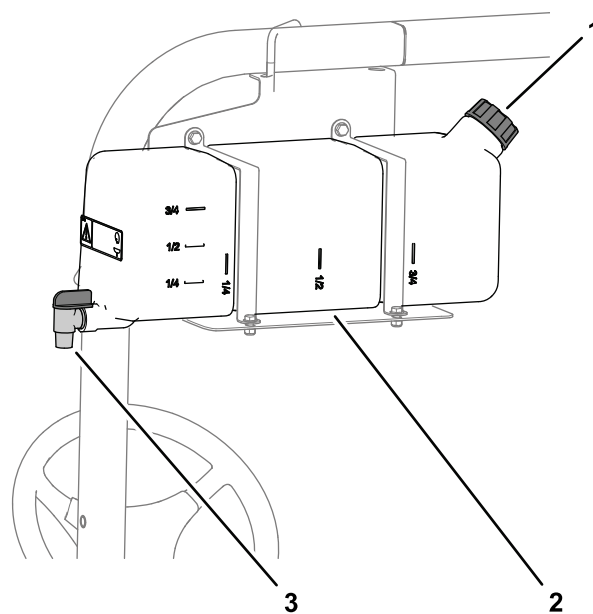

Figura 18
- Pentru a umple rezervorul, deurubai capacul din partea de sus a rezervorului, umpleți rezervorul cu apă proaspătă și montați capacul (Figura 18).
- Pentru a deschide robinetul rezervorului de apă proaspătă, rotiți maneta de pe robinet (Figura 18).